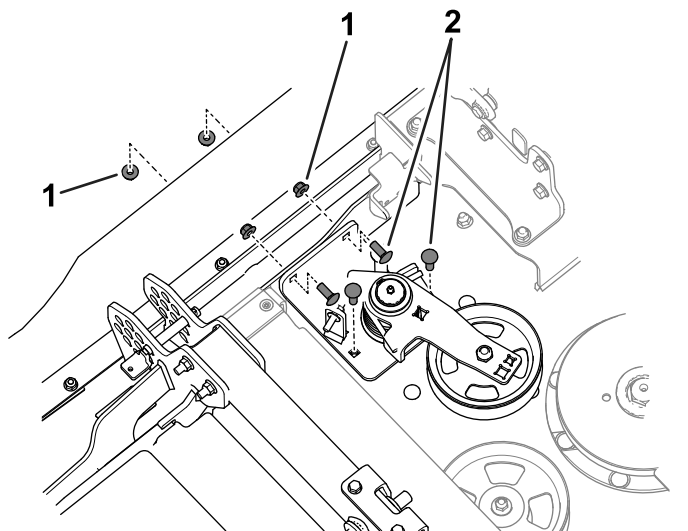

Figura 3
3. Remova os parafusos de carroçaria e porcas que fixam o conjunto tensor à unidade de corte (**Figura 3**).